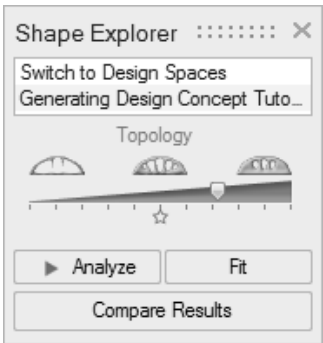

图 10-5
- 1) 单击形状探索器上的分析按钮，分析所生成的形状，如图 10-5 所示。